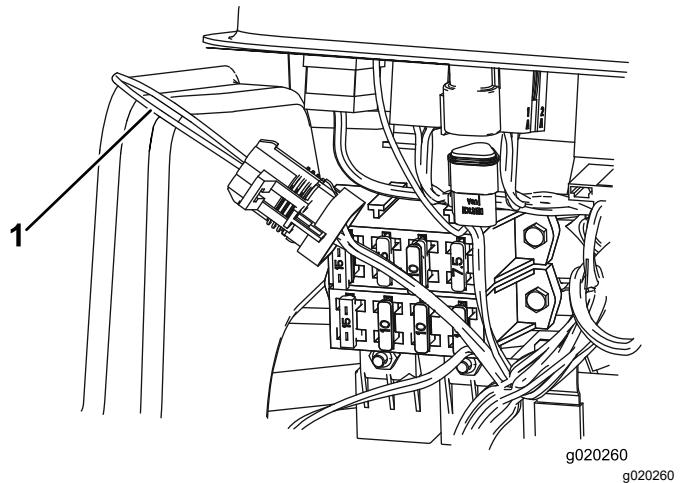

Figura 36
3. Accedete al cablaggio preassemblato e al connettore a circuito chiuso (Figura 36).